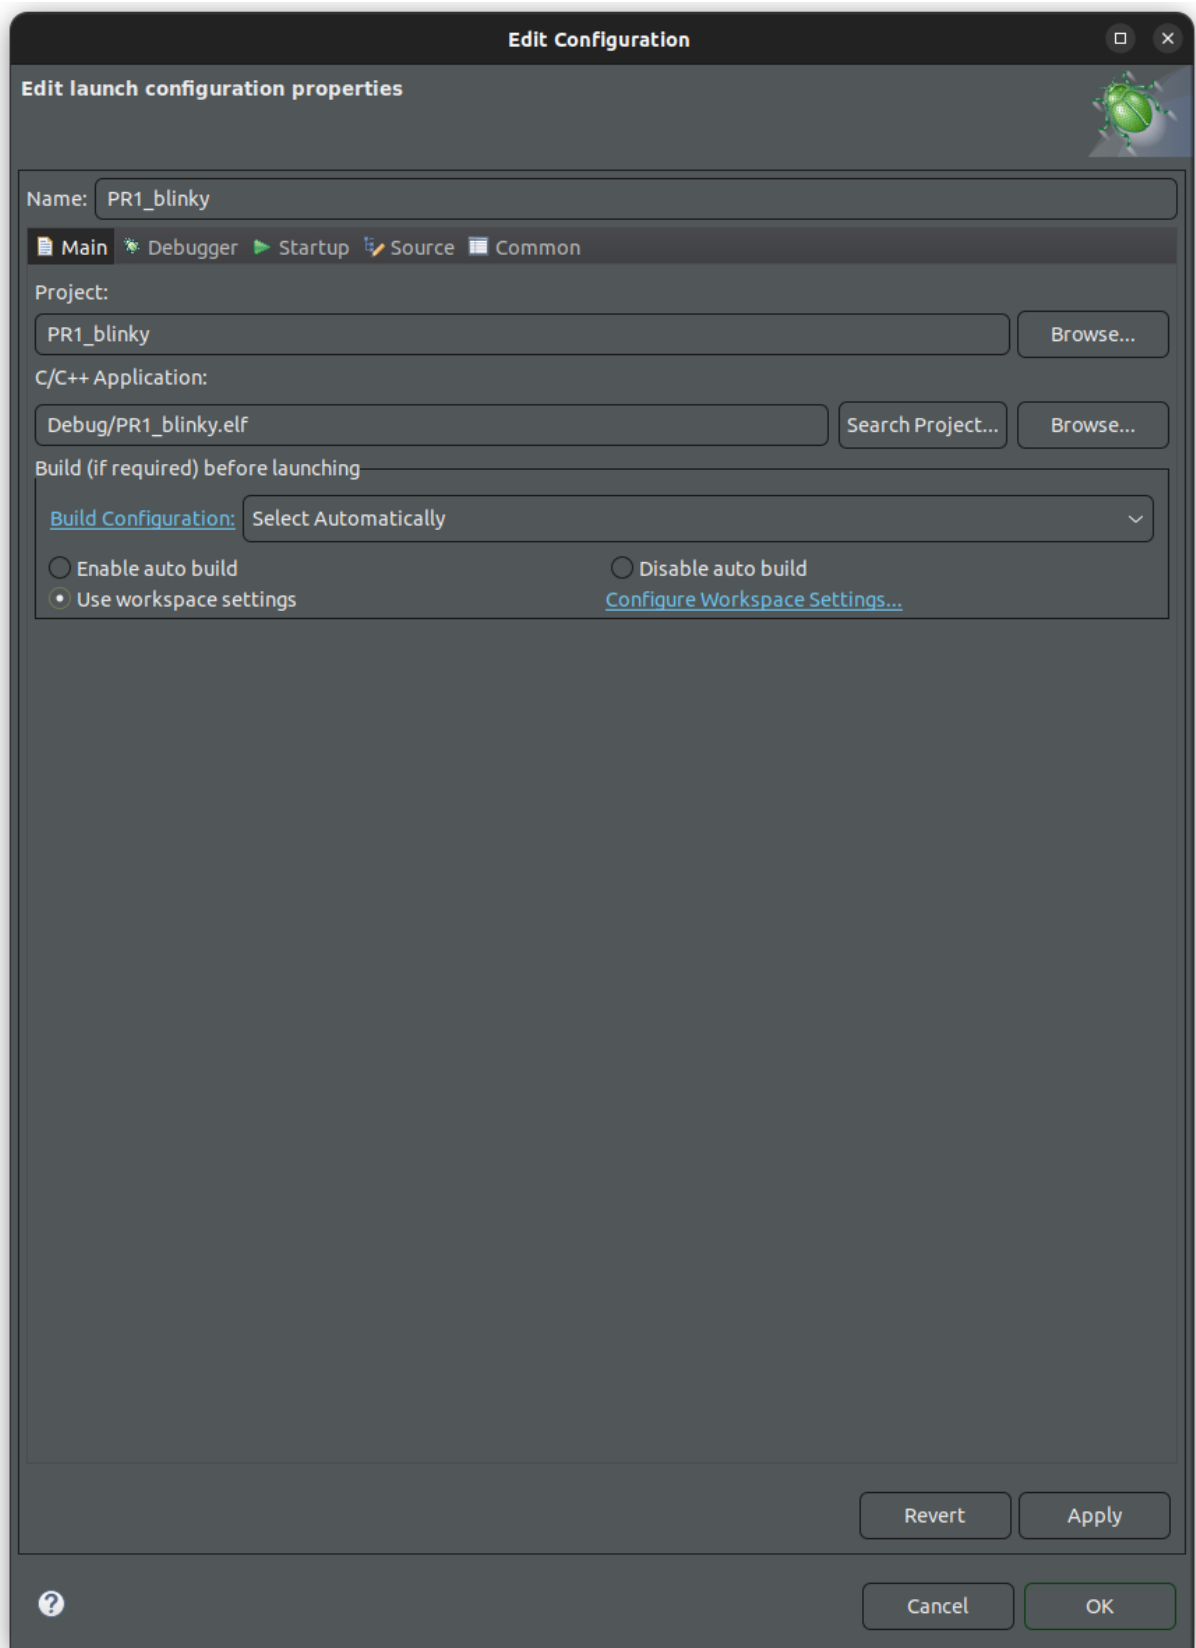

Figura 12: Selección de depuración por defecto
4. Acepta la configuración de depuración por defecto (Figura 12) y vuelve a aceptar cuando pida cambiar a la vista de depuración.